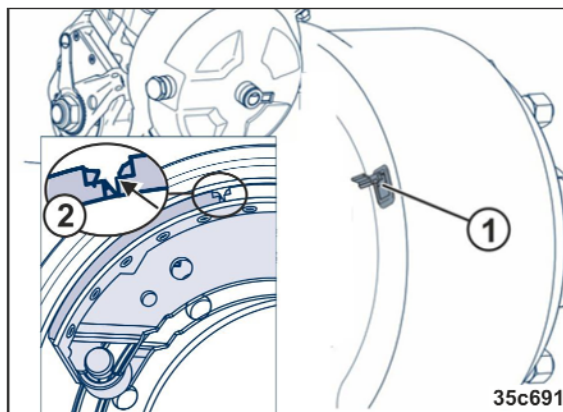

Bild 284
För att kontrollera bromsbeläggens tjocklek ska du öppna titthålet genom att fälla upp gummiklaffen (Bild 284/1).
- Slitagekanten (Bild 284/2) har nåtts.